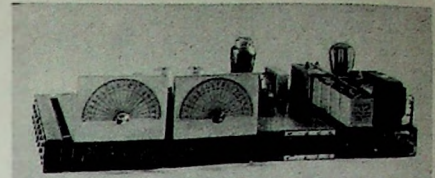

Bild 34. Zweikreis-Geradeaus-Empfänger aus den Einheiten D - C - B
3. Zweikreis-Geradeausempfänger. Einheiten D — C — B — A nach Bild 34 und 35 zusammenstecken, Handregelung bei Einheit D einschalten, 7—11 und 5—14 durch Kurzschlussstecker verbinden.